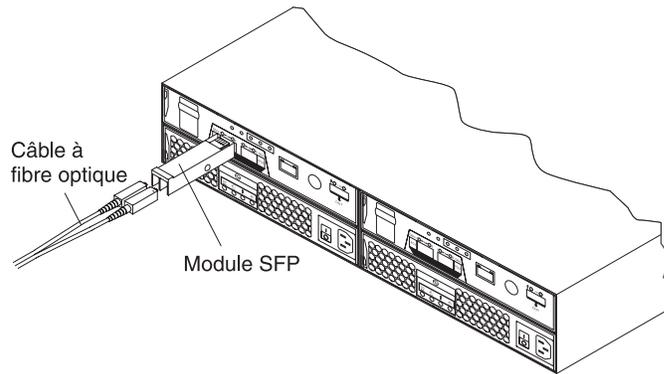

Figure 58. Installation d'un module SFP dans le port de l'hôte
- d. Insérez le module SFP dans le port jusqu'à ce qu'un clic indiquant qu'il est en place se fasse entendre. Reportez-vous à la figure 58.